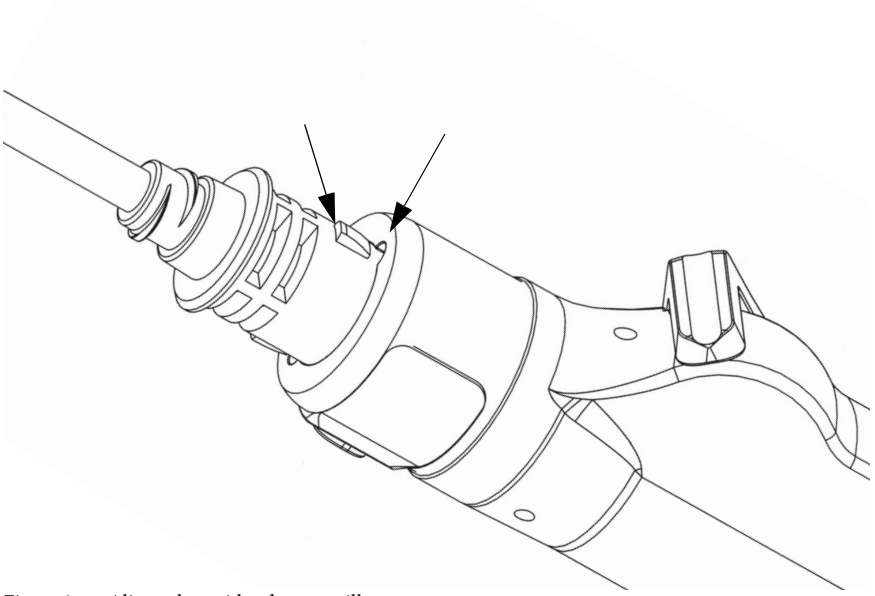

Figure 3 : Aligner les guides de verrouillage
1. Aligner les guides de verrouillage à la base de la lame avec ceux de la pièce à main (voir figure 3).